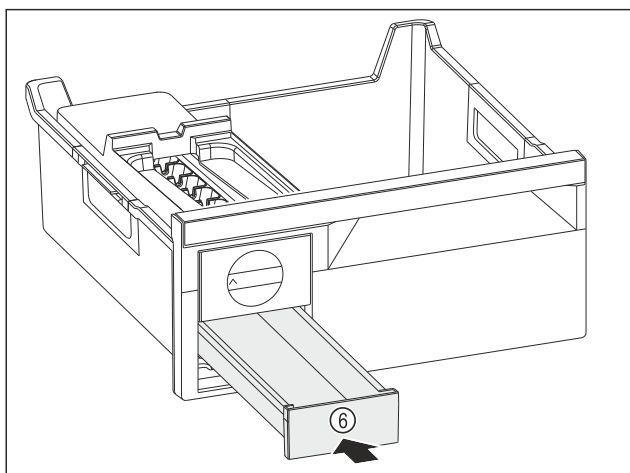

Fig. 125
- Eiswürfelschubfach Fig. 125 (6) einschieben.